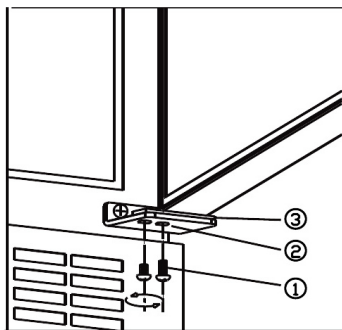

fig. 6.1
- Afmonter skruerne (1) **STØT DØREN!** Se fig. 6.1